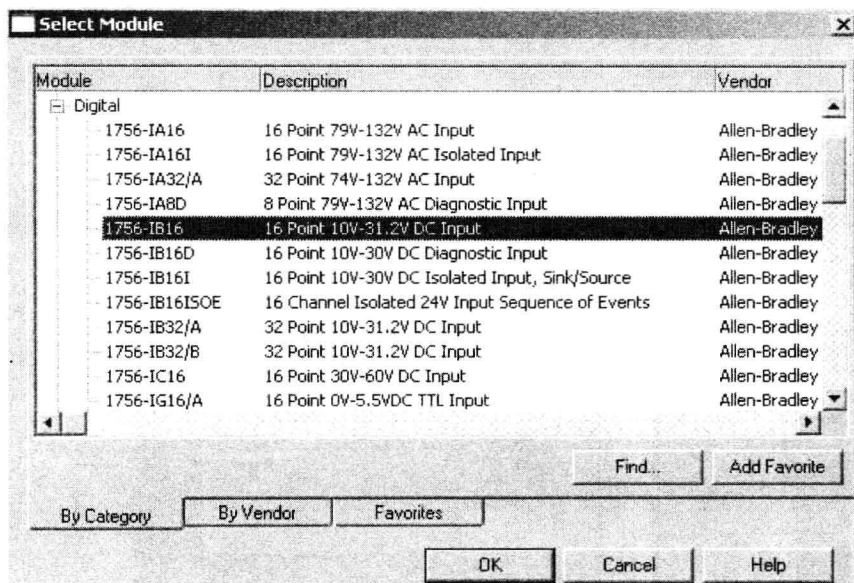

图 2-3 模块选择对话框
2) 显示 Select Module 对话框, 如图 2-3 所示。图中附有可选模块的清单, 可以首先在对话框下部选择模块类型, 比如 Digital 表示数字量模块, 然后在下拉列表中找到所需的模块型号即可, 例如 16 点数字量输入模块 1756-IB16。